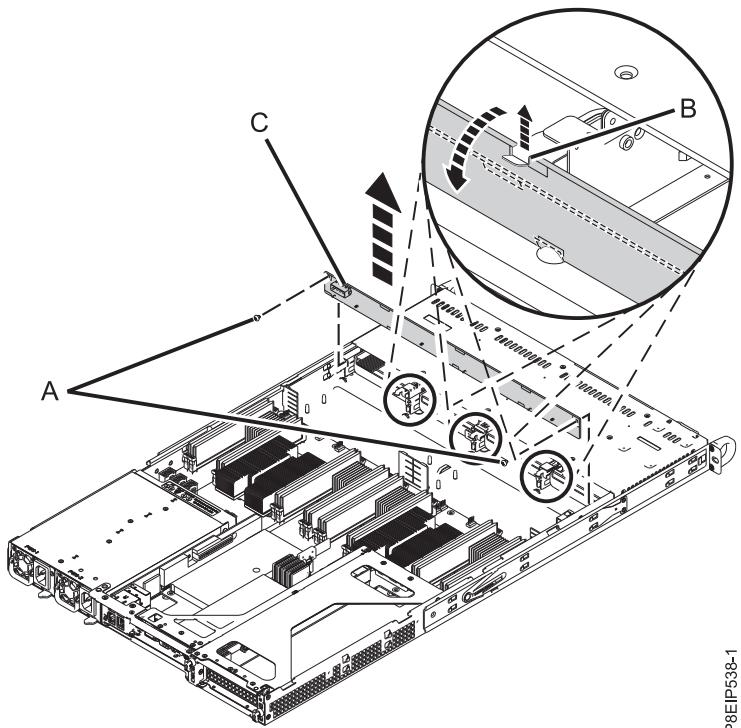

図 13. ディスク・ドライブ・バックプレーンとねじの取り外し
5. ディスク・ドライブ・バックプレーンを取り外します (17 ページの図 13 を参照)。